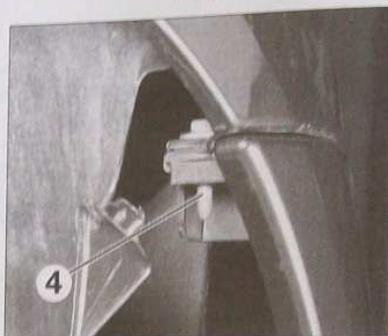

FIG.47
- Décliper le bouclier (Fig.47).